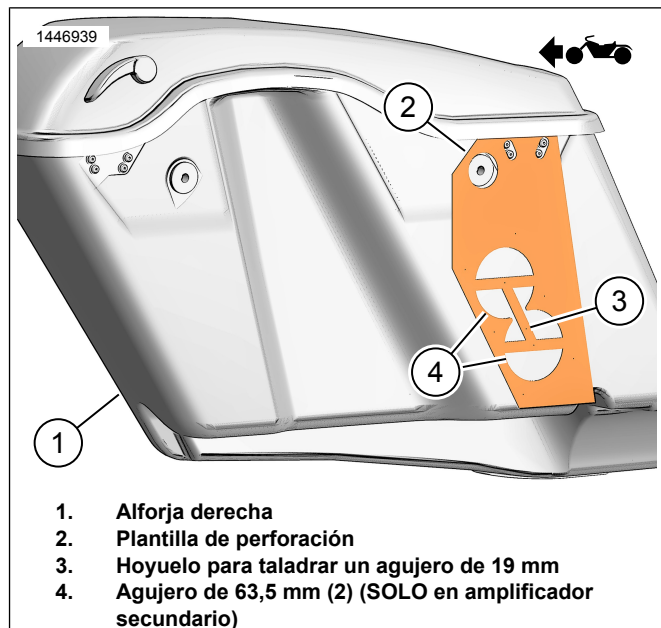

Figura 1. Plantilla de la alforja derecha
1. Figura 1 Coloque la plantilla (2) en la alforja derecha (1).
Si aún no se instaló el amplificador secundario, vea las instrucciones del kit correspondiente para perforar agujeros de 63,5 mm (2 ½ pulg.) en la alforja derecha con una sierra para agujeros. Figura 1